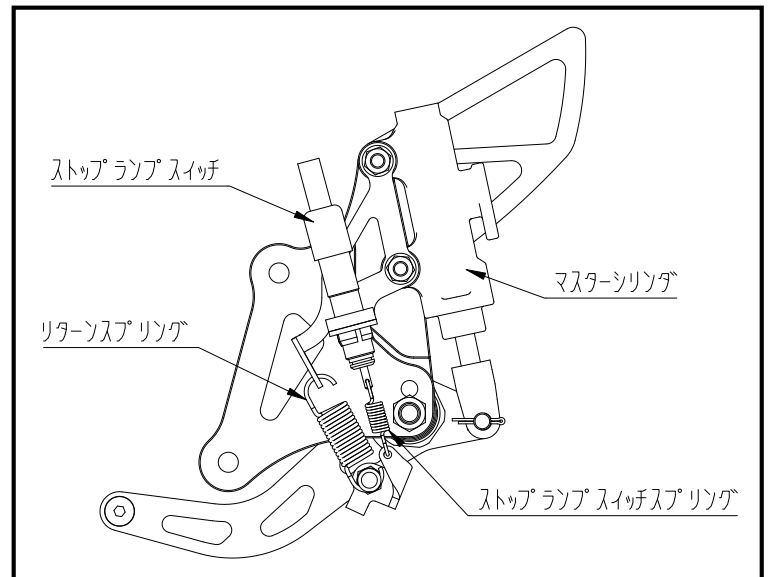

図2 マスターシリンダ取り付け
- ① STDステップを取外します
- ② 下記のSTDパーツをモリワキ製ステップに付け替えます。(図2参照)
- ③ 車体にステップを取付けます。